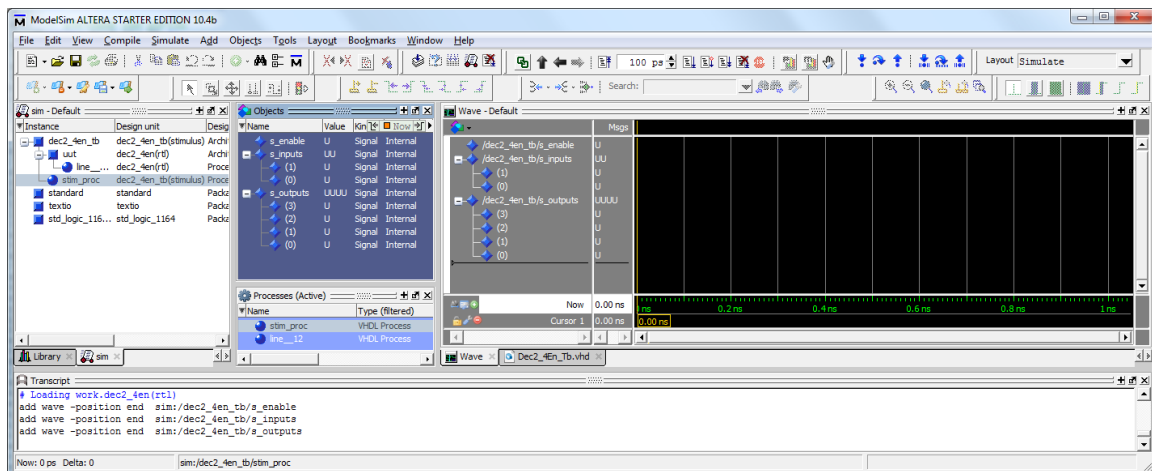

Figura 6 – Sinais **s\_enable**, **s\_inputs** e **s\_outputs** adicionados à janela “Wave”.
**10.** Adicione à janela “Wave” (por *drag-and-drop* da janela “Objects”) os sinais da *testbench* ligados aos portos da entidade a simular (**s\_enable**, **s\_inputs** e **s\_outputs**) conforme ilustrado na Figura 6.